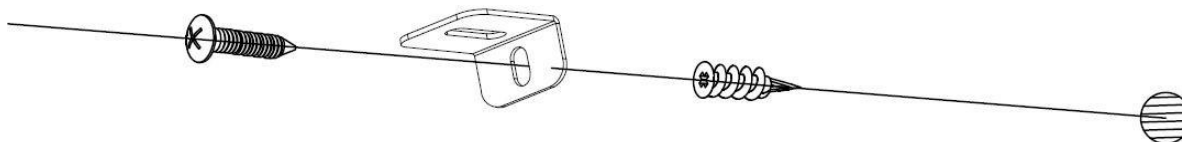

Fig 3-3
C. Zainstaluj plastikową kotwę (C) w płycie gipsowo-kartonowej, a następnie zainstaluj śrubę B (w zestawie) w otworze **wspornika L** w kotwie ściennej, aby zabezpieczyć kominek przed wypadnięciem z haków **rys. 3-3**.